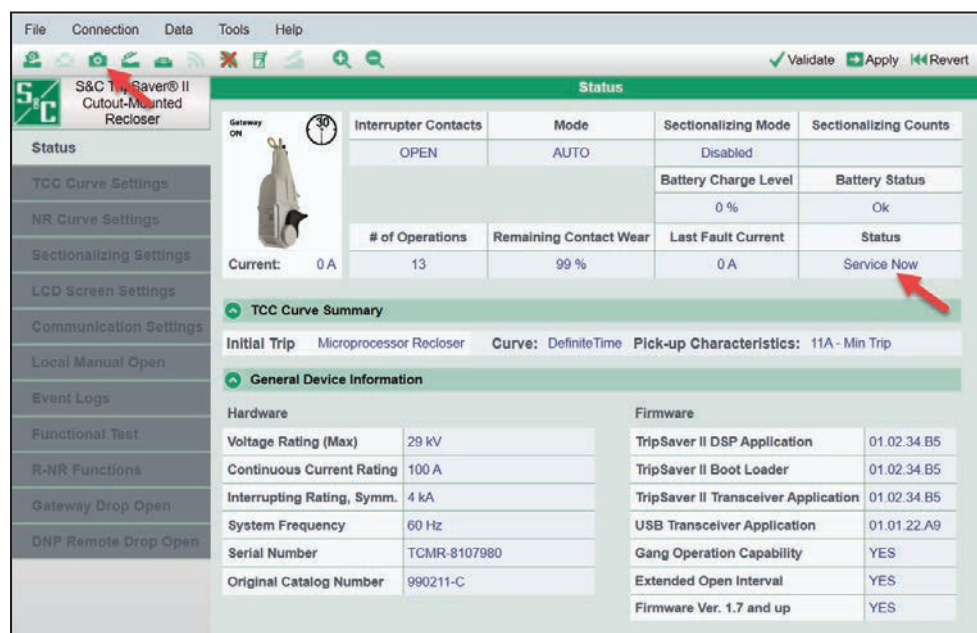

Figura 145. Tela *Status* mostrando o status de Manutenção Imediata e a localização do ícone **Save Snapshot**.
- PASSO 2.** Pela tela *Status*, confirme que o religador TripSaver II está no estado **Service Now**. Em seguida confira o campo **Remaining Contact Wear** (Vida Útil Remanescente dos Contatos). Se a vida útil dos contatos tiver atingido 0%, o religador deve ser retirado de serviço. Se a vida útil dos contatos for maior que 0%, continue pelo Passo 3. Ver Figura 145.
- PASSO 3.** Crie um arquivo snapshot clicando no ícone **Save Snapshot**. Ver Figura 145. Entre em contato com o Centro Global de Monitoração e Suporte da S&C nos EUA pelo número 1-888-762-1100 (atendimento em inglês). No Brasil, ligue para (41) 3382-6481, em horário comercial. O suporte técnico irá solicitar o envio do arquivo snapshot via email.